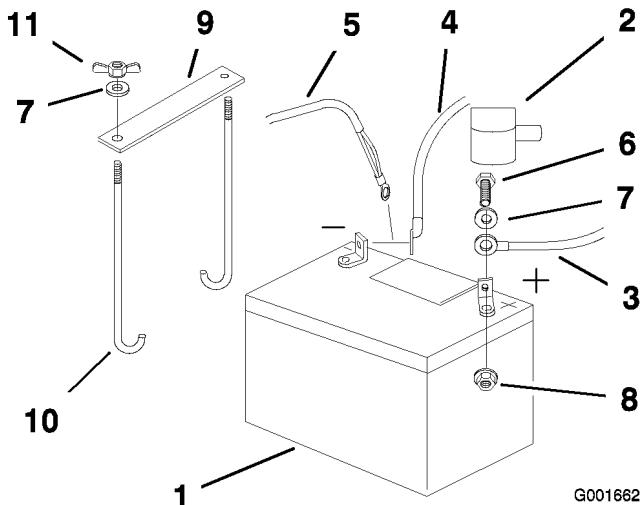

Figure 40
4. Commencez par débrancher le câble négatif et le câble de masse de la borne négative (-) de la batterie (Figure 40).
5. Ôtez le capuchon rouge de la borne positive (rouge) de la batterie. Débranchez ensuite le câble positif (rouge) de la batterie (Figure 40).
6. Retirez les deux écrous à oreilles (1/4 inch) qui fixent la barrette de maintien de la batterie (Figure 40).
1. Placez la batterie dans son support en tournant les bornes vers le moteur (Figure 40).
4. Fixez les câbles avec 2 boulons (1/4 x 3/4 po), 2 rondelles (1/4 inch) et 2 contre-écrous (1/4 inch) (Figure 40).
6. Fixez la batterie en position avec des boulons en J, la barrette de maintien et 2 rondelles (1/4 inch), ainsi que 2 écrous à oreilles ((1/4 inch)) (Figure 40).